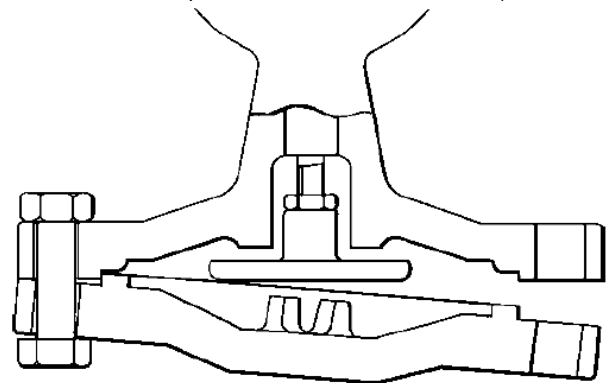

Fig. 5
- Glisser et positionner les deux membranes principales (Fig.5).
- Après avoir vérifié le positionnement des membranes, relever la chambre inférieure et la fixer avec les boulons et écrous M12 (26). Serrer jusqu'à 95Nm.
- Serrer le long raccord (27) jusqu'à ce qu'il soit étanche à la vapeur.
- Dévisser les quatre écrous (11) et déposer le corps porte-pilote (30) complet avec le carter du ressort.
- Déposer le ressort (20) et le clapet principal (21).
- Dévisser le siège du clapet principal (22) à l'aide d'une clé à douille suivant tableau 2.